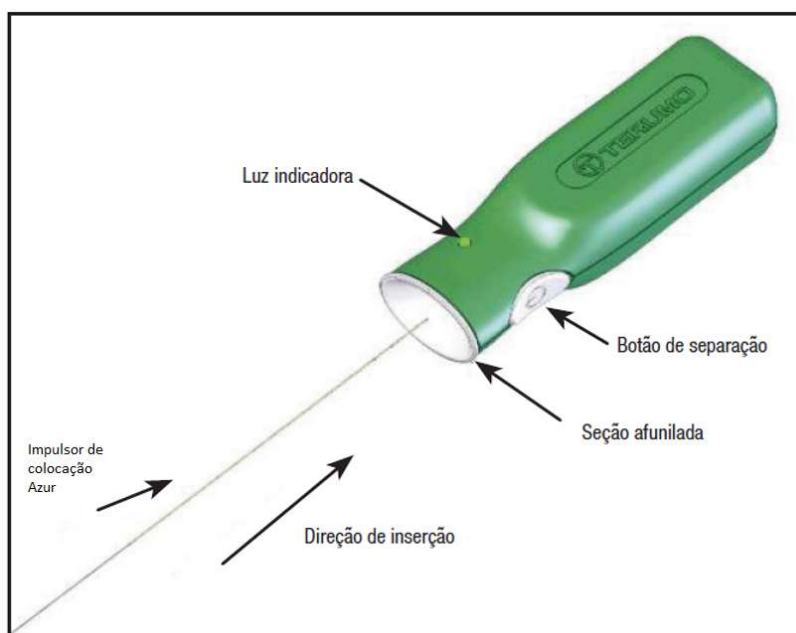

Figura 2 – Controlador de separação AZUR
13. Antes de utilizar o dispositivo, retire a extremidade proximal do impulsor de colocação do aro de embalagem. Tenha cuidado para evitar contaminar esta extremidade do impulsor de colocação com substâncias estranhas, tais como sangue ou contraste. Insira firmemente a extremidade proximal do impulsor de colocação na seção afunilada do Controlador de Separação AZUR. Consulte a Figura 2. Não prima o botão de separação nesta altura.
33. Ligue a extremidade proximal do impulsor de colocação ao Controlador de Separação AZUR inserindo firmemente a extremidade proximal do impulsor de colocação na seção afunilada do Controlador de Separação AZUR. Consulte a Figura 2.